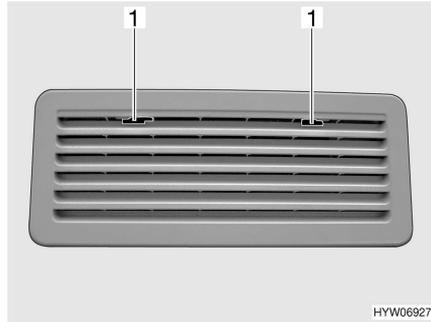
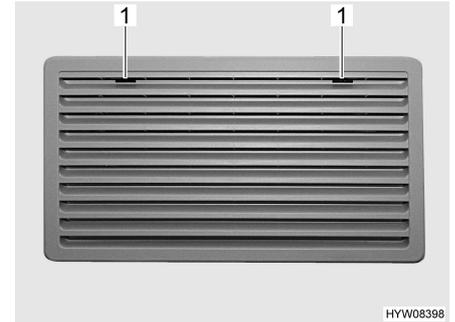

Fig. 91 Grille d'aération du réfrigérateur (Thetford)
Fig. 92 Grille d'aération du réfrigérateur, grande (Thetford)
- Pousser le dispositif de blocage (Fig. 91,1 ou Fig. 92,1) vers le milieu.